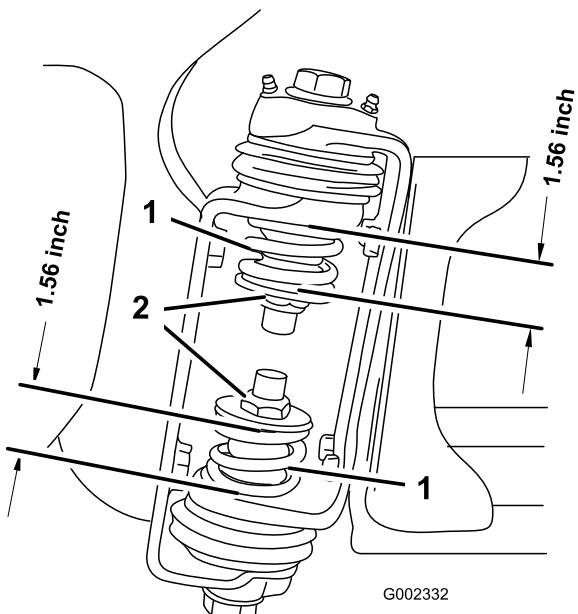

图 3
3. 当喷洒臂位于伸展位置 图 3 时在喷洒臂的铰链处测量上、下弹簧的压缩度。